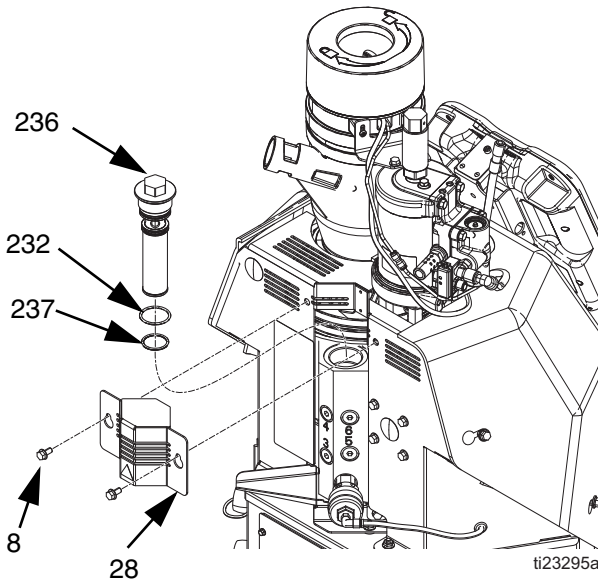

FIG. 25
4. Afloje los dos tornillos (8) y luego deslice la pequeña cubierta de metal (28) en la parte posterior del sistema hacia arriba para extraerla. Consulte FIG. 25.
5. Use un tubo de 1 pulg. para desatornillar el filtro de salida (236).
6. Introduzca una llave Allen por la tapa del filtro de salida para sacar el filtro de salida (236) del sistema.
8. Coloque las juntas tóricas (232, 237) suministradas con el nuevo filtro de salida en el nuevo filtro de salida (236).
10. Instale la pequeña cubierta de metal (28) sobre el filtro de salida y luego ajuste los dos tornillos (8).